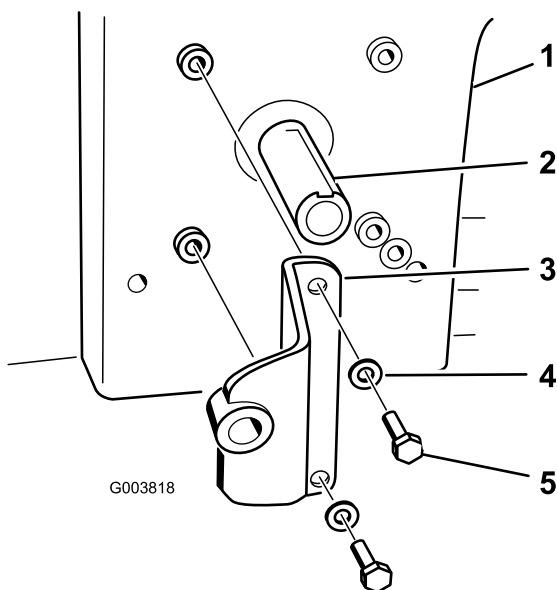

Figura 19
4. Instale el soporte de la bomba en el motor con 2 pernos (5/16" x 3/4") y 2 arandelas (3/8"). Consulte en Figura 19 la posición correcta del soporte de la bomba.